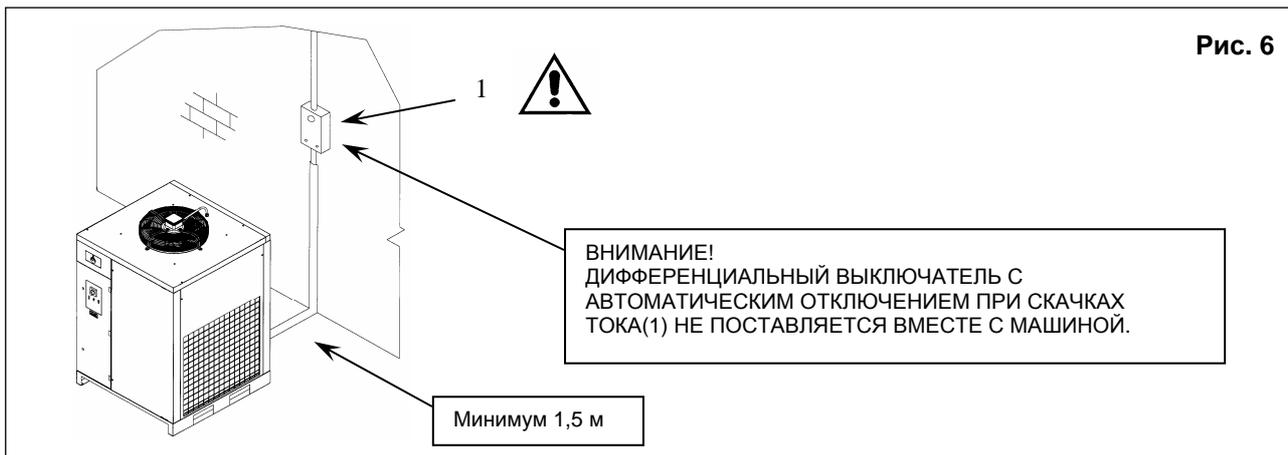

Рис. 6
- Обеспечьте наличие достаточного места вокруг машины для проведения работ по техническому обслуживанию (см. рис. 6).
- Обеспечьте наличие перед машиной дифференциального выключателя с автоматическим отключением при скачках тока (см. ссылку 1 на рис. 6 и электрическую схему).